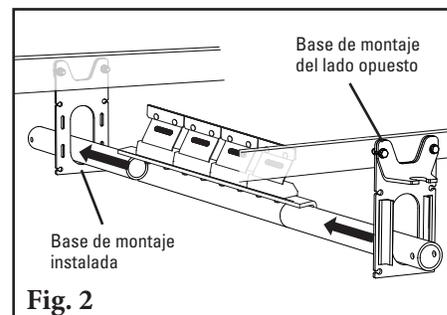

Fig. 2
2. **Instale el eje.** Instale el ensamblaje del eje en la base de montaje instalada desde el interior. Luego deslice la base de montaje del lado opuesto en el eje y atornille en su lugar (Fig. 2).
2. **Instale las bases de montaje del tensor.** Coloque las bases en la estructura o chute de manera que las partes superiores de las bases de la base estén a 1-1/2" (40 mm) debajo de la parte inferior de la banda (Fig. 2).